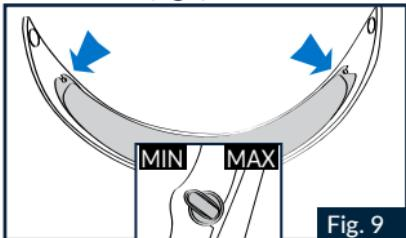

Fig. 9
1.2 S'assurer que la surface interne de l'écran est propre et vérifier que les leviers externes de réglage des pivots sont placés vers l'intérieur (Fig.9).
Vérifier si le petit écran interne PINLOCK® a été bien monté en ouvrant et en fermant l'écran, ainsi qu'en s'assurant qu'il n'y a pas de mouvements entre les deux. Si le petit écran interne PINLOCK® n'est pas bien fixé à l'écran, tourner simultanément les deux leviers externes de réglage vers le haut, progressivement et sans excès, afin d'en augmenter l'ajustement (Fig.9). L'ajustement maximal est obtenu lorsque les leviers externes de réglage des pivots sont tournés vers l'extérieur.